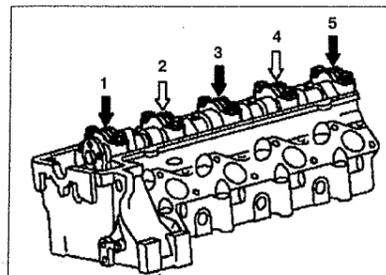
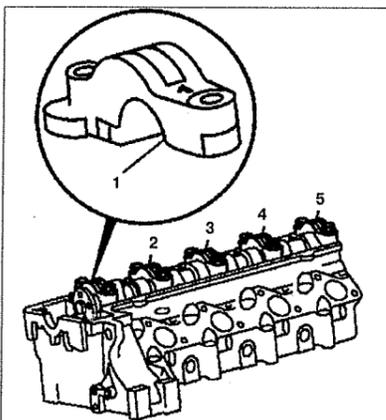

Рис. 4.23. Порядок ослабления и затяжки болтов крепления крышек подшипников распределительного вала.
Рис. 4.24. Маркировка крышек подшипников распределительного вала.
8. Ослабьте крышку 5 коренного подшипника распределительного вала и снимите ее. Порядок ослабления болтов крепления крышек коренных подшипников распределительного вала указан на рис. 4.23. Сначала необходимо открутить болты крепления 1, 3 и 5 крышек. Затем необходимо открутить болты крепления 2 и 4 крышек. Крышки подшипников распределительного вала имеют маркировку, соответствующую номеру подшипника (см.рис.4.24).
Крышки подшипников распределительного вала имеют маркировку, соответствующую номеру подшипника (см.рис.4.24).